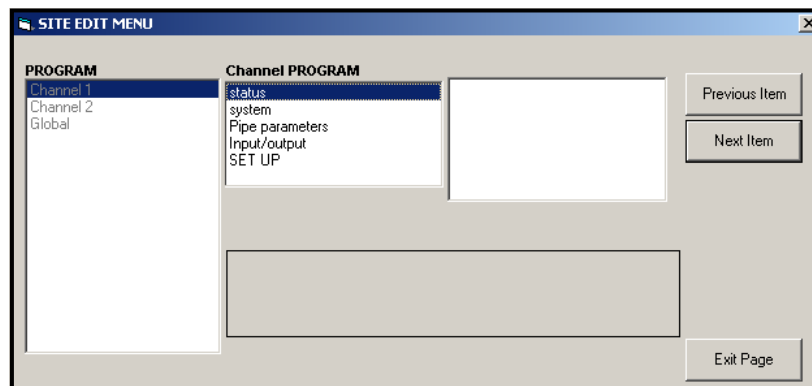

Figura 41: Janela *Site Edit Menu* (Menu de edição do local)
3. Para inserir dados no programa de usuário, clique duas vezes no *Site Edit Menu* (Menu de edição do local). A janela exibida é semelhante à *Figura 41* abaixo.
4. Para entrar no menu Channel 1 (Canal 1), Channel 2 (Canal 2) ou Global, realce e clique duas vezes no menu desejado no painel esquerdo. Por exemplo, se você clicar no Channel 1 (Canal 1) na *Figura 41* acima, a lista de opções mostrada no painel central será exibida.
O PanaView retorna ao menu Channel PROGRAM (Programação do canal) (consulte a Figura 41 na página 80). Vá para a opção System (Sistema).
- Se você não estiver usando a MASS FLOW (VAZÃO DE MASSA), o PanaView retornará à janela Channel PROGRAM (Programação do canal) mostrada na *Figura 41 na página 80*. Vá para a opção Pipe (Tubulação).
O PanaView retorna à janela Channel PROGRAM (Programação do canal) mostrada na *Figura 41 na página 80*. Vá para a opção Pipe (Tubulação) na próxima página.